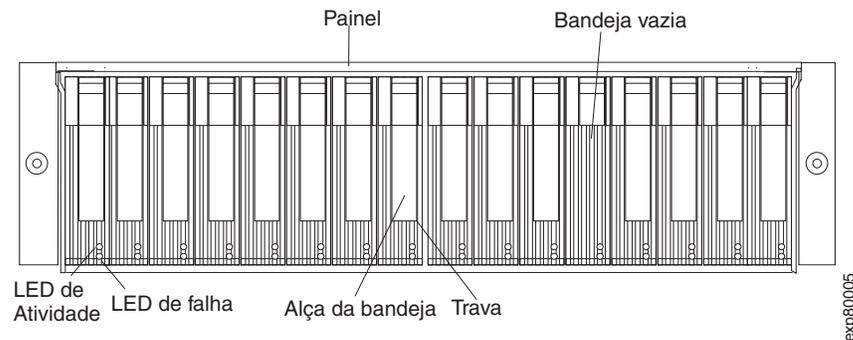

Figura 33. LEDs de E-DDM de hot swap
2. Verifique os LEDs Fault mostrados na Figura 33. Se algum LED âmbar estiver aceso, consulte “Resolvendo Problemas” na página 99.